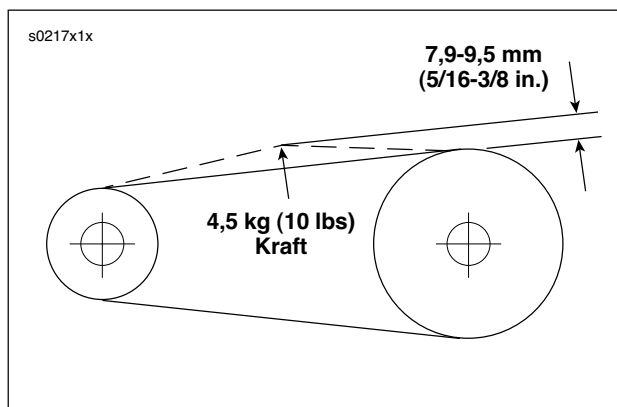

Abbildung 1-34. Prüfen der Riemendurchbiegung
2. Siehe Abbildung 1-34. Prüfen, ob der obere Antriebsriemenstrang sich bei Anwendung einer aufwärts gerichteten Kraft von 4,5 kg (10 lbs) um 7,9-9,5 mm (5/16-3/8 in.) durchbiegt.